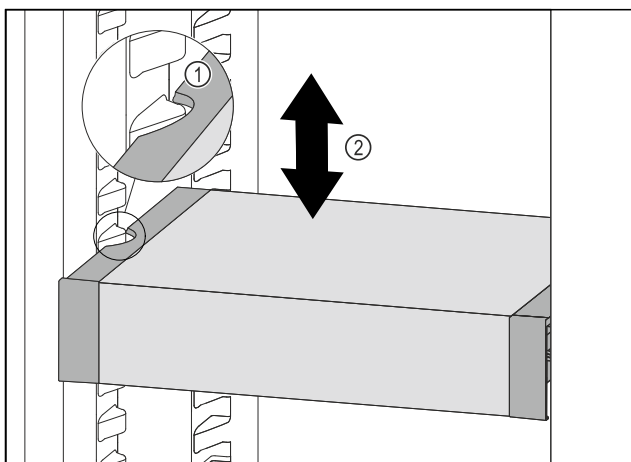

Fig. 139
- ▶ Tirer le VarioSafe vers l'avant jusqu'à ce que les encoches latérales du VarioSafe soient à la hauteur de la nervure du bac dans la partie réfrigérateur. Fig. 139 (1)
- ▶ Déplacer le VarioSafe vers le haut ou vers le bas dans la partie réfrigérateur jusqu'à ce que la hauteur souhaitée soit atteinte. Fig. 139 (2)